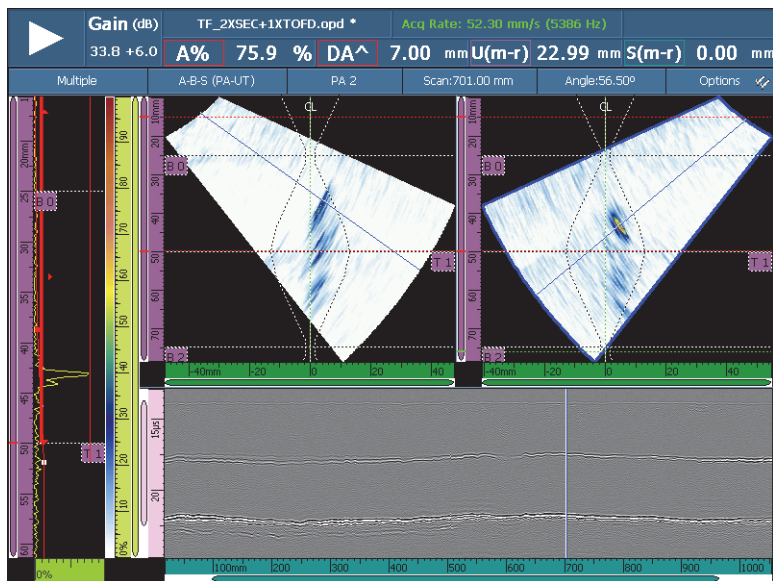

図 6-2 PA-UT 溶接部 (A-B-S) のレイアウト例
- (1) 必要に応じて、**パルサー**パラメータおよび**レシーバー**パラメータに適切な振動素子数を入力します。
- (2) **次へ**を選択します。
8. タイトルバーのレイアウト領域で適切なレイアウトを選択します (173 ページの図 6-2 を参照)。